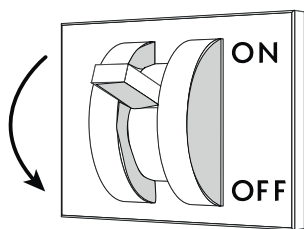

Fig. 56
- Togliere la tensione elettrica al banco tramite l'interruttore sezionatore generale a parete ("Fig. 56").